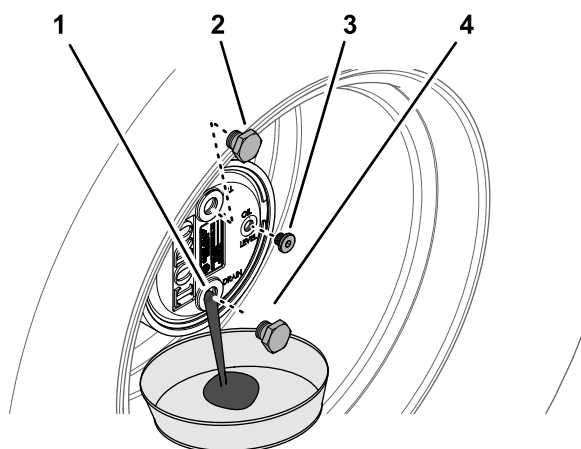

Figure 92
2. Enlevez le bouchon de remplissage de la position 12 heures et le bouchon de contrôle de la position 3 heures (Figure 92).
3. Placez un bac de vidange sous le moyeu du train planétaire, enlevez le bouchon de vidange à la position 6 heures et vidangez toute l'huile (Figure 92).
5. Insérez le bouchon de vidange dans l'orifice de vidange du carter de train planétaire (Figure 92).